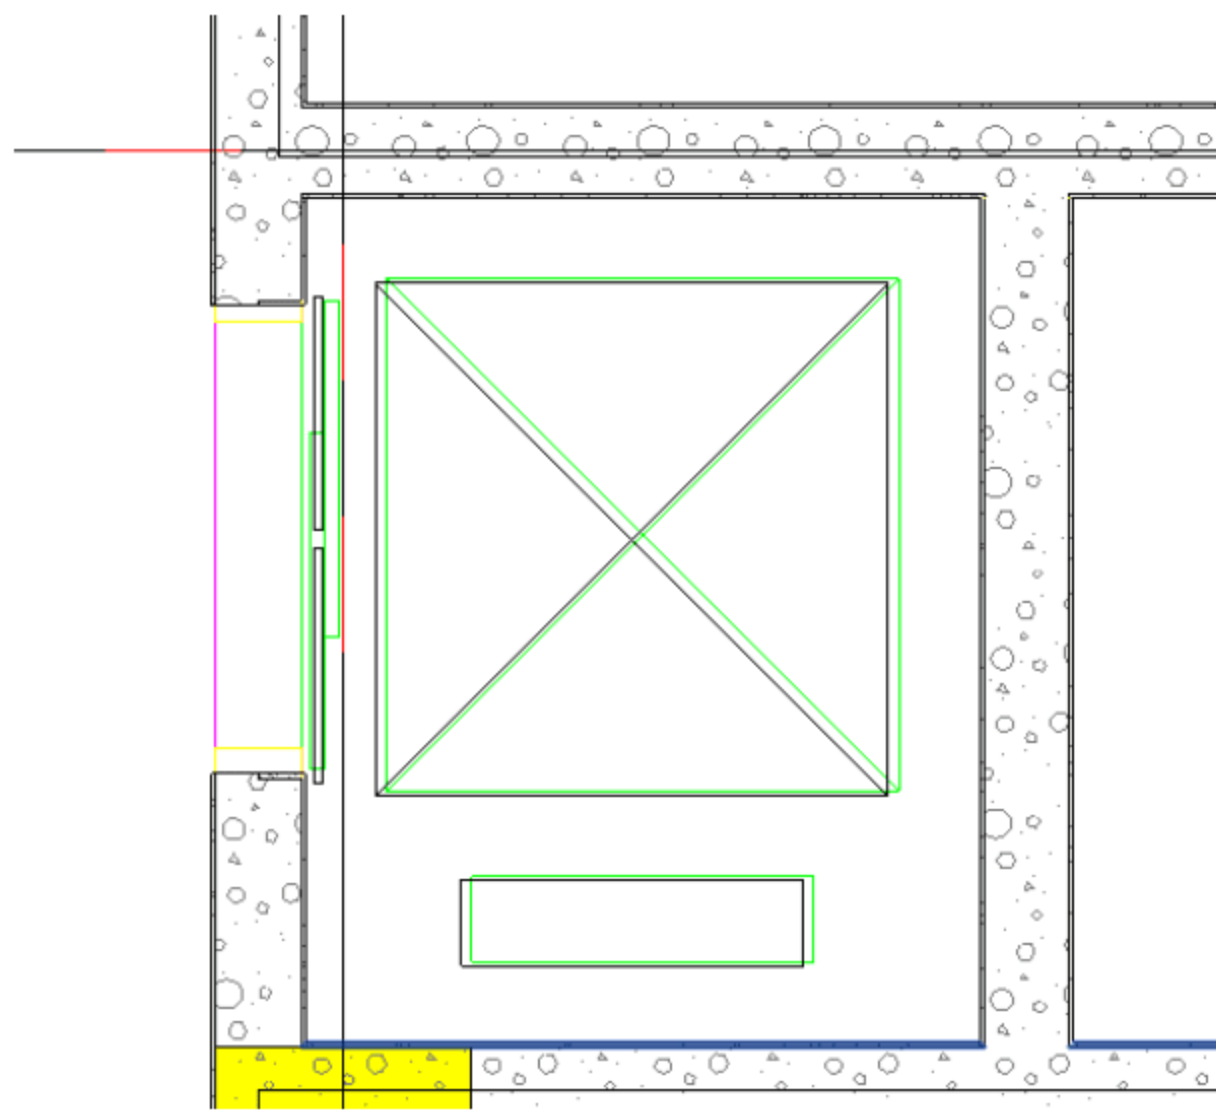

图 10.4.68 插入 3 号电梯族
(4) 插入 3 号电梯族。电梯的插入采用门的方式插入，选择“建筑”→“门”命令（或者按快捷键 D+R），底标高为“0”，在相应对准的地方插入族，插入对齐后如图 10.4.68 所示。